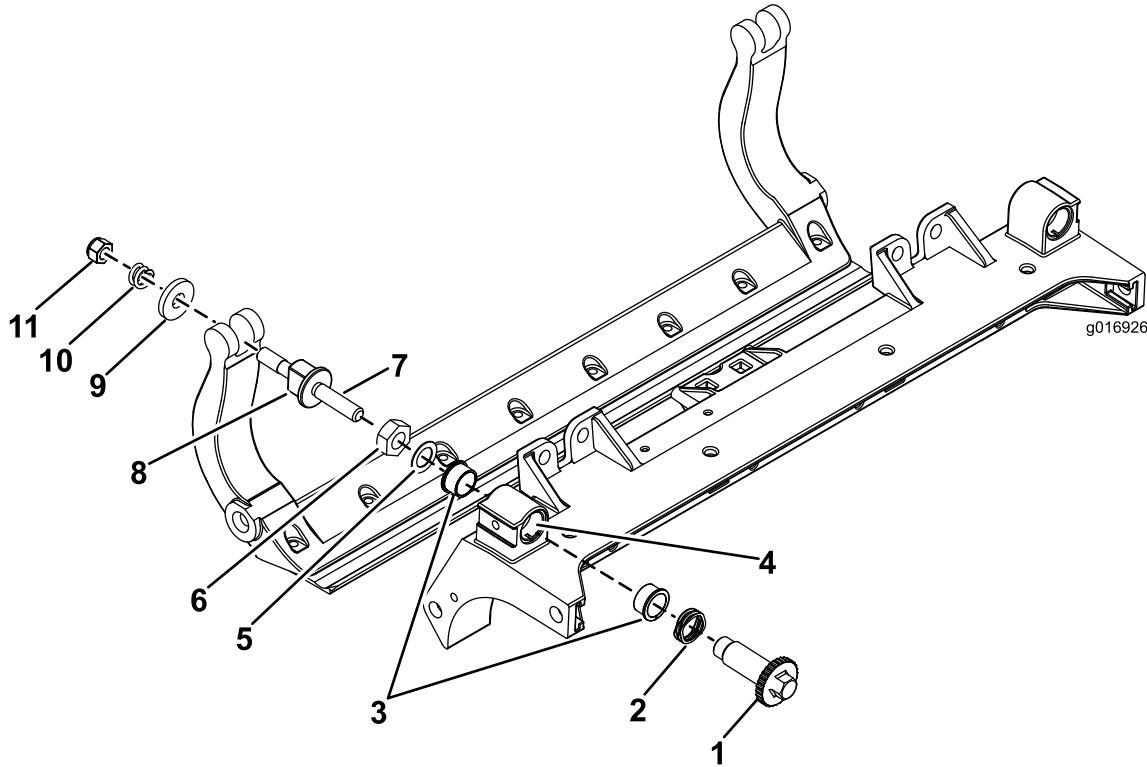

图 34
1. 拆除所有零件请参阅 HD DPA 套件安装说明和 图 34。
2. 将防粘剂涂抹到滚刀组中心机架 图 34的轴套区内侧。
3. 将凸缘轴套上的键与机架的槽对准然后安装轴套 图 34。
4. 将一个波形垫圈安装到调节器轴上然后将调节器轴滑入滚刀组机架中的凸缘轴套内 图 34。
5. 使用扁平垫圈和锁紧螺母固定调节器轴 图 34。
12. 在两个尼龙垫圈的外侧各放一个钢垫圈 图 34。
15. 旋紧每个底刀架调节器总成上的螺母直到加压弹簧完全压缩然后往回松开 $\frac{1}{2}$ 圈 图 34。